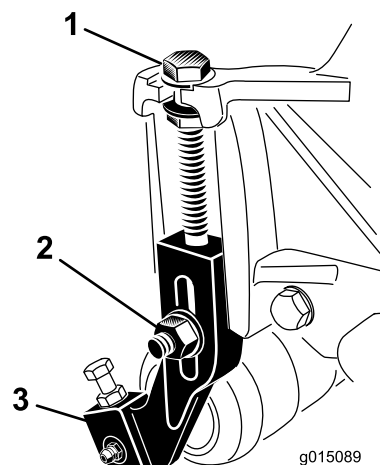

Рисунок 17
- Ослабьте контргайки, которые крепят кронштейны высоты скашивания к боковым пластинам режущего блока (Рисунок 17).